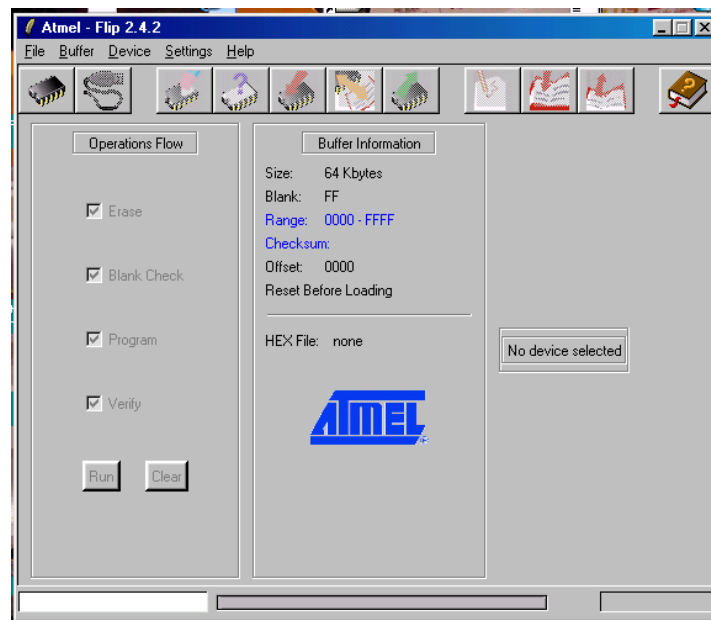

Рисунок 4.
- 12) В главном окне программы FLIP на панели **Operations Flow** выберите пункты **Erase** и **Program** рисунок 4.